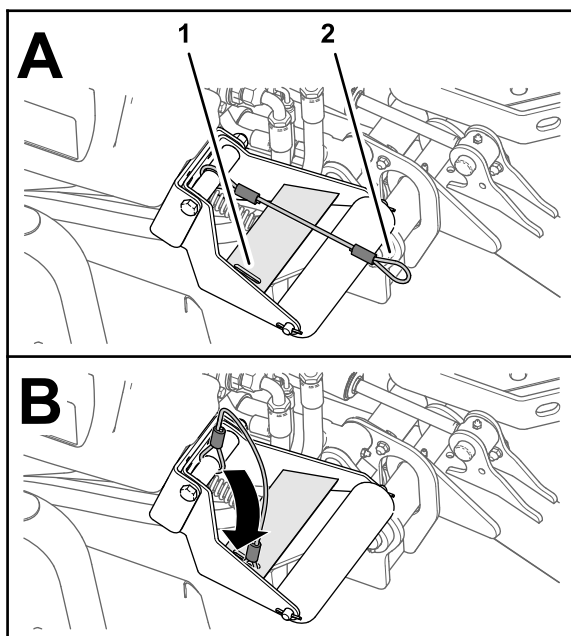

Figura 72
4. Con gli apparati di taglio abbassati, infilate l'occhiello del cordino nella fessura presente nella piastra di rinforzo del supporto del rullo (Figura 72).